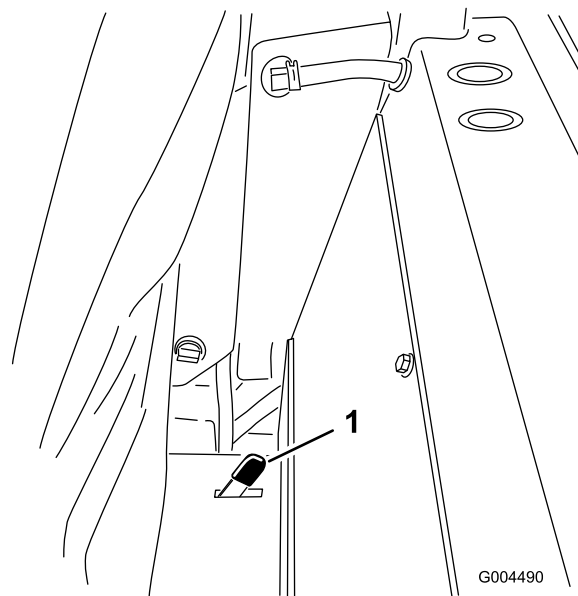

Figure 50
2. Poussez un des verrous du siège, situés derrière et sur les côtés du siège, en arrière pour déverrouiller le siège et tirez le haut du siège en avant (Figure 50).